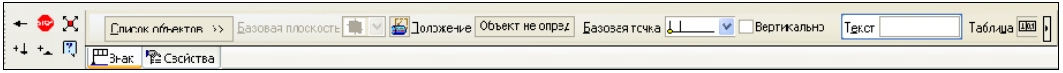

Рис. 29.18. Панель свойств: Допуск формы в режиме Деталь
- ◆ На Панели свойств: Знак (рис. 29.18) введите параметры аналогично режиму Чертеж;